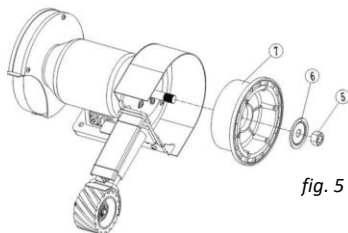

fig. 5
1. Installez la roue motrice (n° 7) sur l'arbre de roue de la meuleuse (fig. 5).
2. Installez le flasque de roue de la meuleuse (n° 6) et serrez l'écrou (n° 5) (fig. 5).